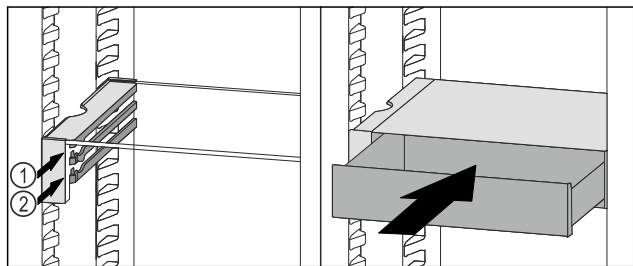

Fig. 91
- ▶ 将 VarioSafe 抽屉放置在所需肋梁 Fig. 91 (1) 或 Fig. 91 (2) 上的止动器后面。